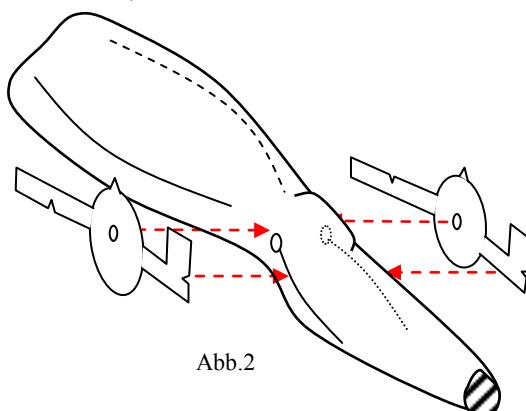
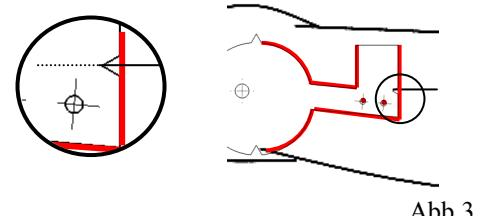

Abb.2
Abb.3
3. **Placez les gabarits** en les centrant sur le centre articulaire et en faisant coïncider l'encoche du bas avec la direction tibiale tracée à l'étape 2 (fig.3). Attention à bien différencier le gabarit **interne (medial - long)** et le gabarit **externe (lateral - court)** ainsi qu'à respecter l'orientation haut/bas et avant/arrière (fig.2).
4. **Tracé tibial (fig.3)**. Reportez :
3. **Place the templates** so that they get centered relative to the joint centers and that the below notch matches the tibial line drawn at step 2 (fig. 3). Caution : Do not mistake the **inside template (medial - long)** for the **outside template (lateral - short)** and pay attention to the up/down and A-P direction (fig. 2).
4. **BK drawing (fig. 3)**. Mark :
3. **Die Schablone so einsetzen**, dass sie auf den Gelenkmittelpunkt zentriert sind und dass die untere Kerbe und die tibiale Linie der Phase 2 übereinandersetzen (Abb. 3). Vorsicht : die **innere Schablone (medial - lang)** mit der **äußere Schablone (lateral - kurz)** nicht verwechseln, und auf die oben/unten und A-P Ausrichtungen achten.
4. **Unterschenkelzeichnen (Abb.3).**